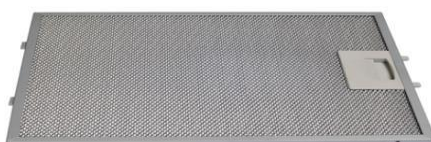

Рис. 2
1. Снимите алюминиевый жирособиравший фильтр (рис. 2).
7. Установите алюминиевый жироулавливающий фильтр (рис. 2).
Для отсоединения алюминиевого фильтра (рис. 2) следует нажать на пружинный замок на фильтре и вынуть его. Установка фильтра производится в обратном порядке. Следует нажать на пружинный замок на фильтре и установить его на место, после чего замок отпустить. Не устанавливайте фильтр в вытяжку до его полного высыхания.